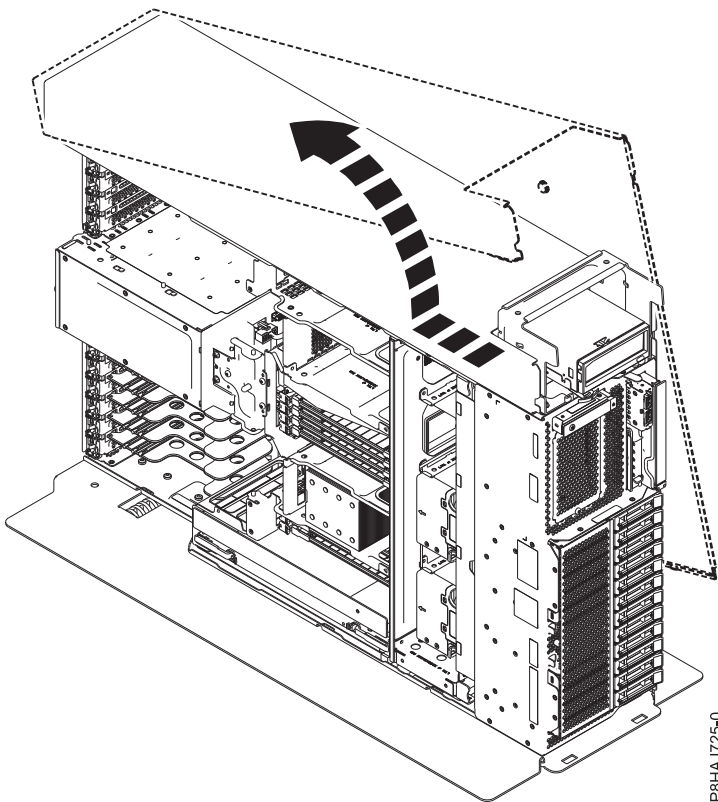

Abbildung 61. Seitenabdeckung bei einem eigenständigen System vom Typ 8286-41A ausbauen
5. Schieben Sie die Seitenabdeckung in der in Abb. 61 dargestellten Richtung vom System.